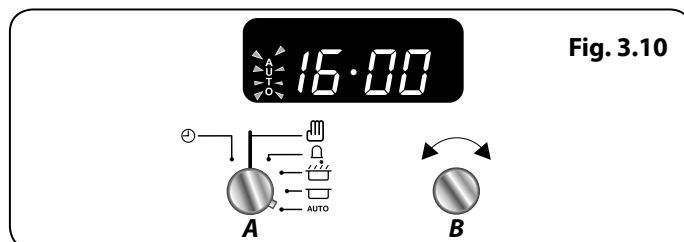

Fig. 3.10
6. Lorsque le programme démarre, le symbole de cuisson apparaît à l'écran. Une fois la durée écoulée, une alarme retentit et le four multifonction cesse de fonctionner. Le symbole de Cuisson disparaît et le mot **AUTO** clignote (Fig. 3.10).